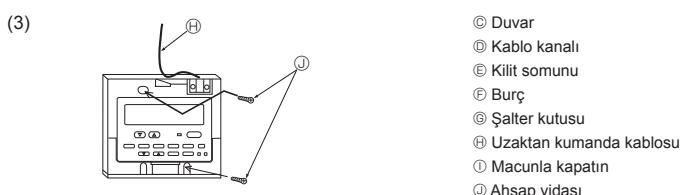

Fig. 6-4
(3) Doğrudan doğrua duvara monte etmek için. (Fig. 6-4)